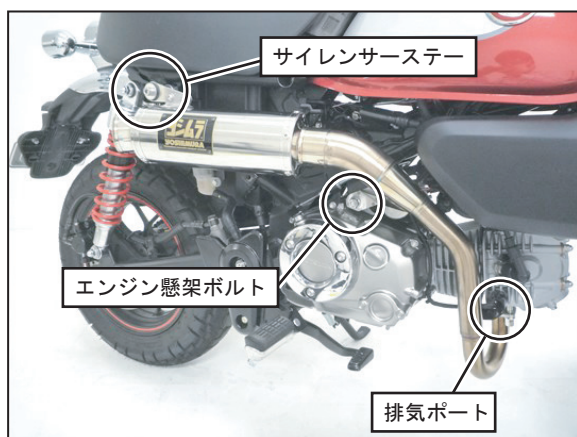

FIG. 8
8. ①エキゾーストパイプのステーを手順4で外したナットを使用して、エンジン懸架ボルトに仮締めして下さい。（FIG. 8 参照）
9. マフラーと車両のクリアランスや、サイレンサーの傾きを調整し、排気ポート部→サイレンサーステー→エンジン懸架ボルトの順に、仮締めしていたボルト・ナットを規定トルクで締め付けて下さい。（FIG. 8、9 参照）